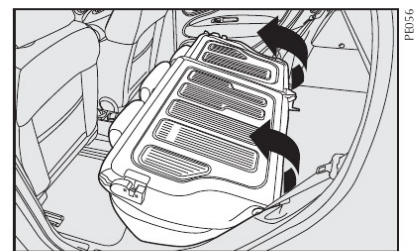

fig. 109
**5**) Rebatem para a frente o encosto, passando os cintos pelos lados, até que este se apoie sobre o assento traseiro **fig. 109**.